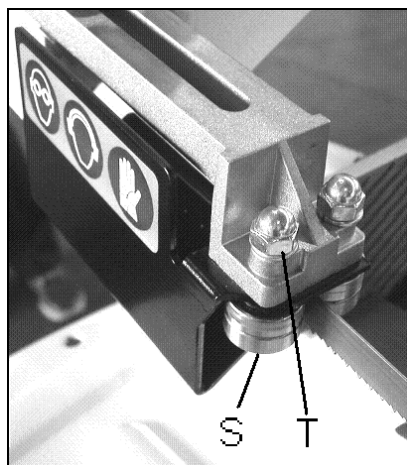

Fig 7
Desserrer l'écrou (T, Fig 7) et tourner le poulie d'excentrique (C) jusqu'à ce que l'espace au ruban soit 0,05mm. Resserrer l'écrou.